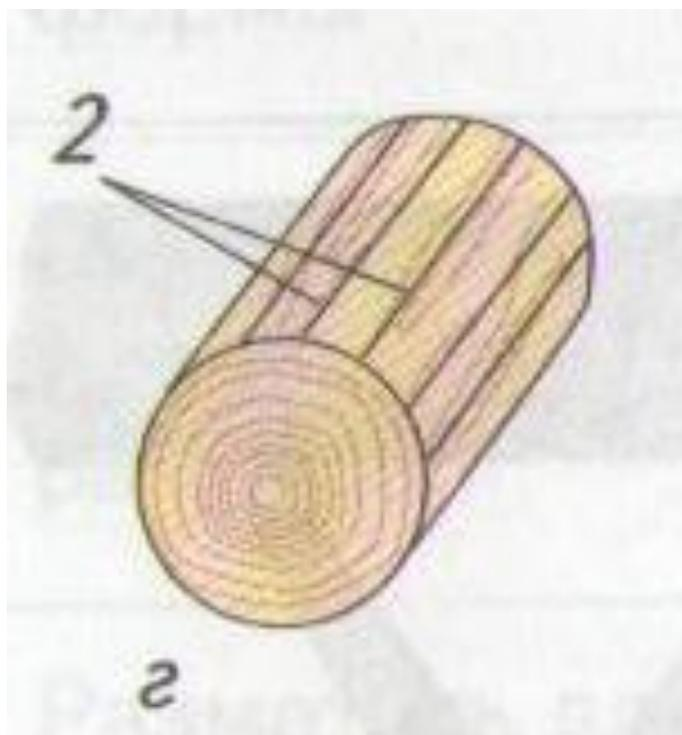

Рис. 1, з
- Для большего приближения к форме цилиндра на торцах размечают шестнадцатигранники, проводят линии разметки 2 и сострагивают грани шестнадцатигранника (рис. 1,з)